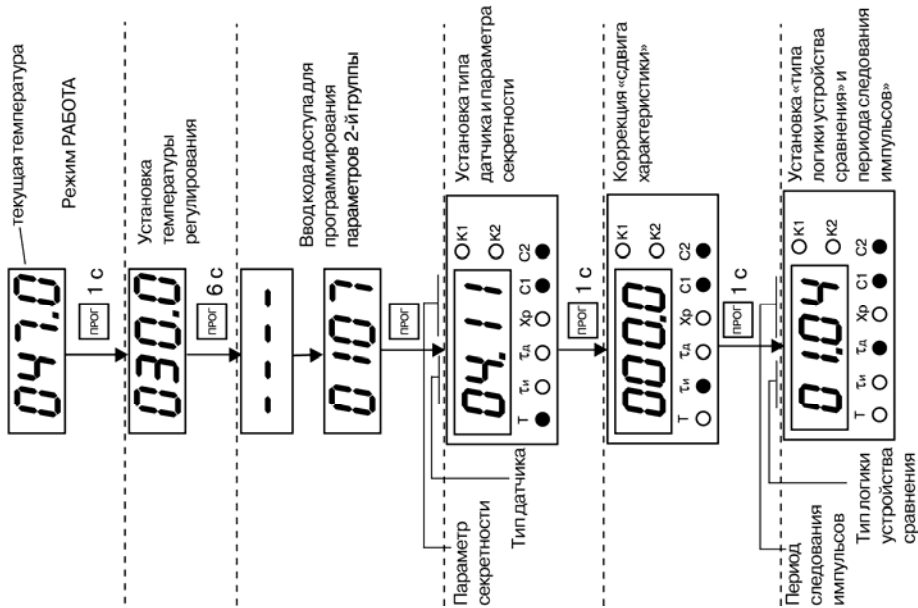

Рисунок 6.2
Находясь в режиме «Работа», нажать кнопку  и удерживать ее в течение 1 с, в результате чего попадаем в режим задания уставки регулятора (рис. 6.2 и 6.3).
6.3.3.1.1 Ввести код доступа 0107 кнопками  и  (аналогично п. 6.3.2.2), рисунок 6.2. При наборе неверного кода доступа прибор возвращается в режим «Работа».